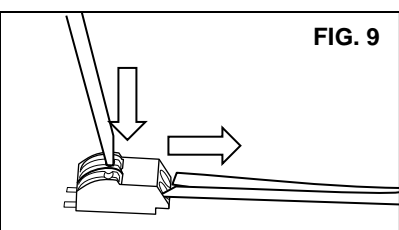

FIG. 9
5. Détachez les FILS DE CONTRÔLEUR à partir du bornier en appuyant sur les LANGUETTES DE TERMINAL. (FIG. 9)